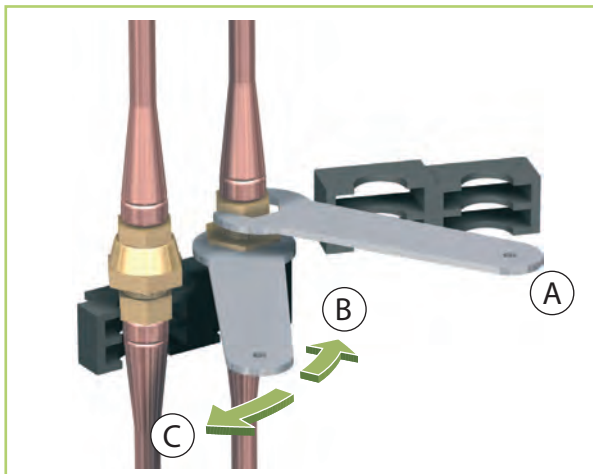

Abb. 15: Abschrauben der rechten Überwurfmutter
11. ➤ Schrauben Sie die rechte Überwurfmutter mit dem beiliegenden Maulschlüssel SW 24 ab. Halten Sie dabei mit dem zweiten Maulschlüssel SW 21 am oberen Kupplungsteil gegen (Abb. 15).